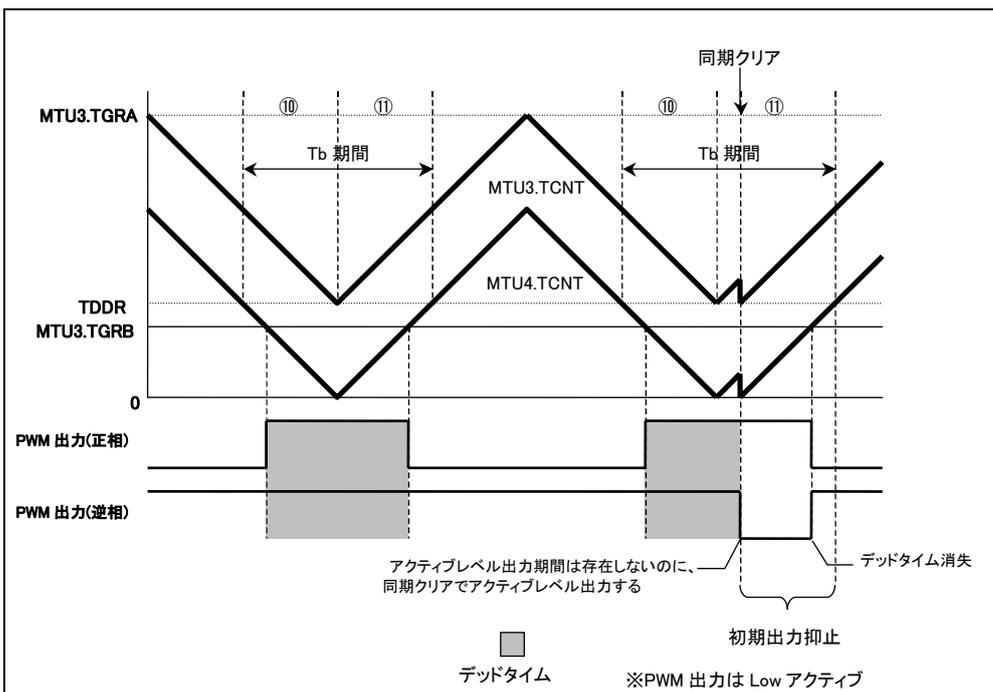

図 2 条件(2)の同期クリア例
条件(2) デューティレジスタ (MTU3.TGRB、MTU4.TGRA、MTU4.TGRB、MTU9.TGRB、MTU10.TGRA、MTU10.TGRB) のいずれかの設定値が、デッドタイムレジスタ (TDDR) の設定値以下のときに、初期出力の抑止期間⑩、⑪にて、同期クリアが発生する (図 2)。